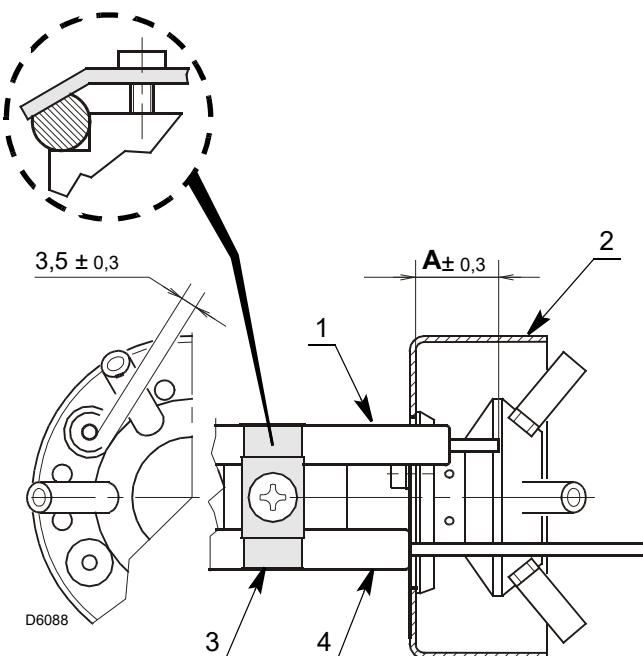

Fig. 15
- Asegurarse de que la plaqita 3)(Fig. 15) quede siempre colocada en la parte plana del electrodo 1)(Fig. 15).
- Apoyar el aislador de la sonda 4) en el difusor de aire 2)(Fig. 15).